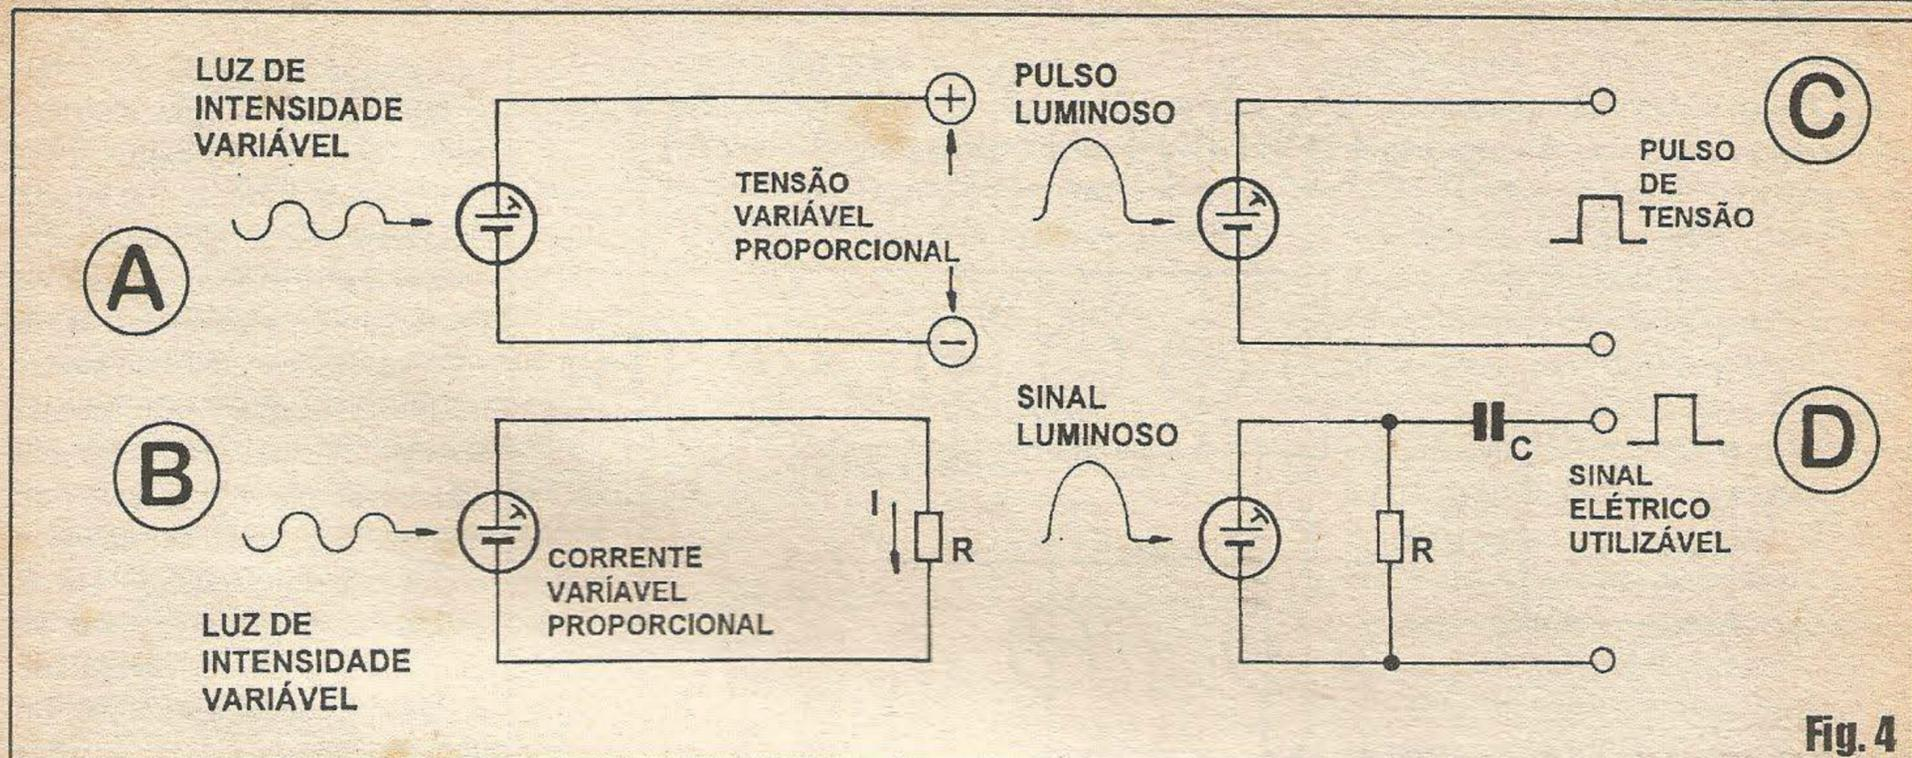

Fig. 4
**- FIG. 4 - A UTILIZAÇÃO PRÁTICA DOS FOTOVOLTAICOS, E SUAS REAÇÕES À PRESENÇA/VARIAÇÃO DA LUZ...** - Não é difícil, na prática, utilizar os componentes opto-eletrônicos, da *família* dos DETETORES FOTOVOLTAICOS... O diagrama mostra uma série de *esqueminhas* típicos, fáceis de entender: em A, estando o detector submetido a luz de intensidade variável, teremos nos seus terminais um sinal elétrico *polarizado*, mostrando tensão também variável... Se for requerida uma manifestação do sinal em forma de corrente, nada mais simples: basta intercalarmos uma carga resistiva **R** no sistema (como visto em B...), de modo que sobre a dita carga se desenvolva uma corrente **I**,